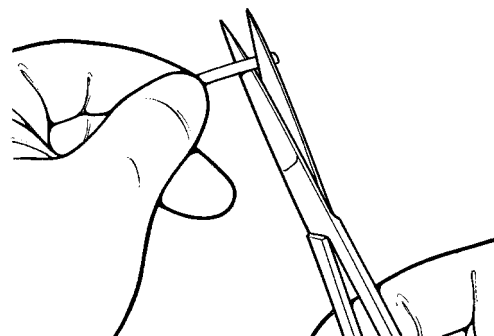

Рисунок 4-21. Обрезание трубок
1. Обрежьте трубки (**рисунок 4-21**) с учетом анатомических особенностей пациента.